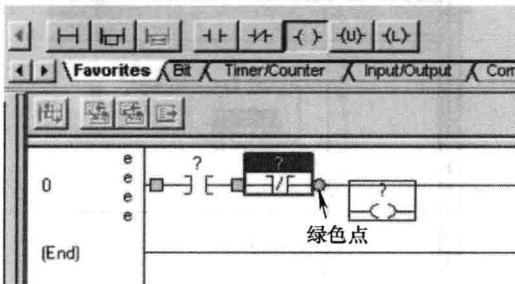
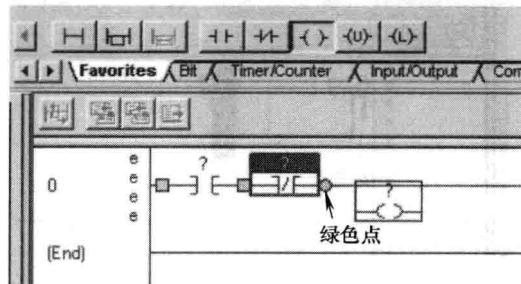

图 1-12 选择并插入输出指令
图 1-13 插入后的输出指令
10. 在指令工具栏中，左键单击并按住输出 激励指令，如图 1-12 所示。
11. 将 OTE 拖到梯级 0 上 XIO 指令的右侧，如图 1-12 所示。XIO 指令的右侧会再次出现绿色点，指示将插入 OTE 指令的位置。在想要插入指令的位置上释放鼠标按键，如图 1-13 所示。